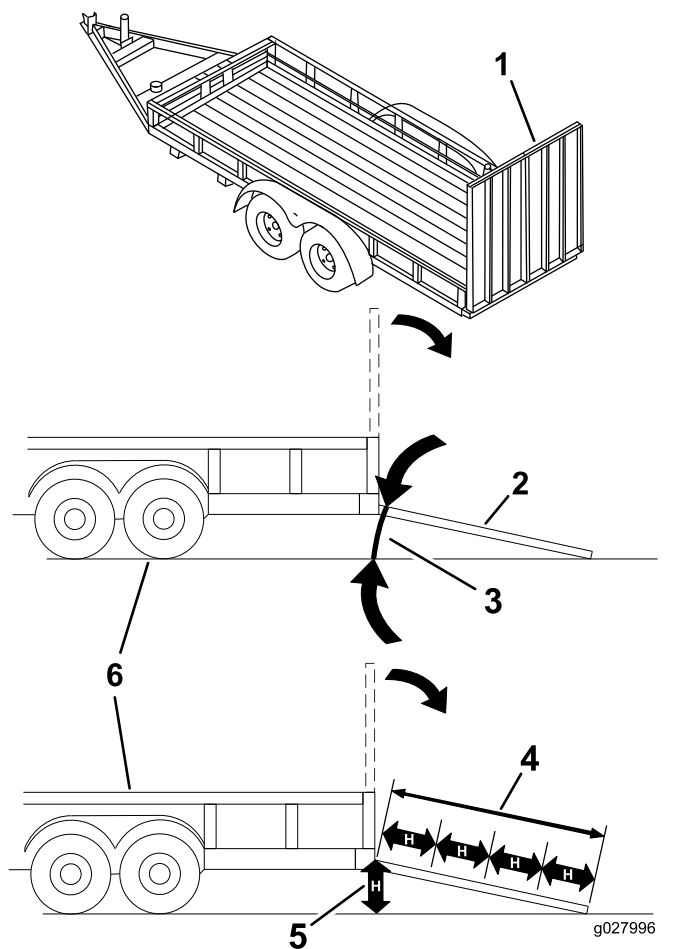

Figure 30
Le chargement de la machine sur une remorque ou un camion augmente le risque de basculement, et donc de blessures graves ou mortelles (Figure 30).
3. Abaissez la rampe pour que l'angle avec le sol ne dépasse pas 15 degrés (Figure 30).
1. Abaissez la rampe pour que l'angle avec le sol ne dépasse pas 15 degrés (Figure 30).